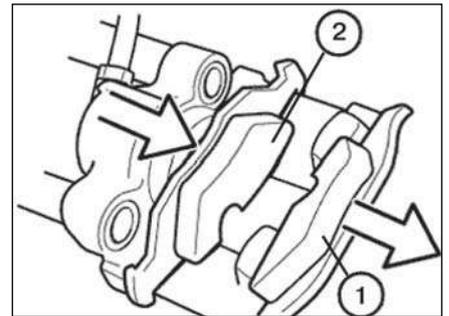

**Рис. 13.3. Направляющие пальцы**
- Отжав стопор, расстыковать ШР указателя толщины тормозной накладки (13) на левом суппорте. Тянуть за провод категорически запрещено. Удерживая пружину (14) тормозных колодок, отжать ее отверткой от суппорта и снять пружину.
Извлечь пластиковые защитные колпачки направляющих пальцев, применяя отвертку. Вынуть тормозной шланг из держателя. Используя «34.1.080» или торцовый шестигранный ключ на 7 мм, вывернуть направляющие пальцы (1, рис. 13.3) и снять суппорт (2), потянув его назад.